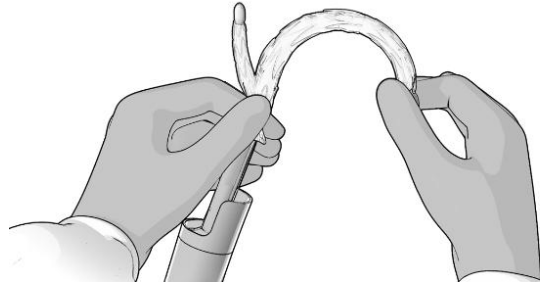

Figura 7. Pre-formatura della porzione di endoprotesi aortica con il filo di formatura in posizione
11.2.6 Se non si intende utilizzare un filo guida aortico, pre-formare il sistema di rilascio (con il filo di formatura ancora in posizione) per adattarlo meglio alla curvatura dell'aorta, come illustrato in **Figura 7**.